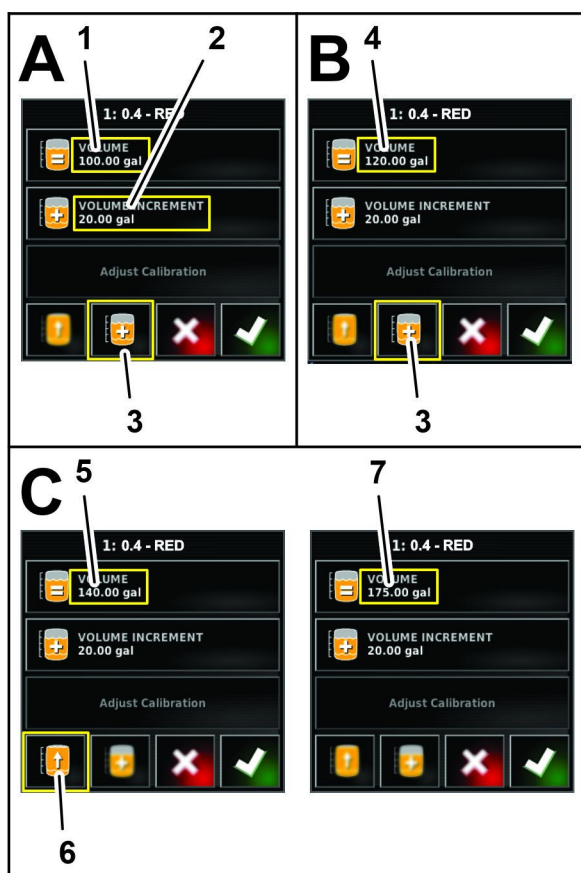

Figura 127
4. Caso sejam adicionados produtos químicos em água por incrementos, pressione o ícone INCREMENTO DE VOLUME (Figura 127).
5. No teclado numérico do ecrã, introduza o volume do incremento de produto (p. ex. produtos químicos em água) que será adicionado reservatório e, em seguida, pressione o ícone Confirmar (Figura 127).
6. Caso sejam adicionados produtos químicos em água por incrementos, adicione o produto no reservatório e pressione o ícone QUANTIDADE INCREMENTAL DE PRODUTO (Figura 127).
7. Para completar o reservatório com água ou produto, basta pressionar o ícone COMPLETAR O RESERVATÓRIO (Figura 127).